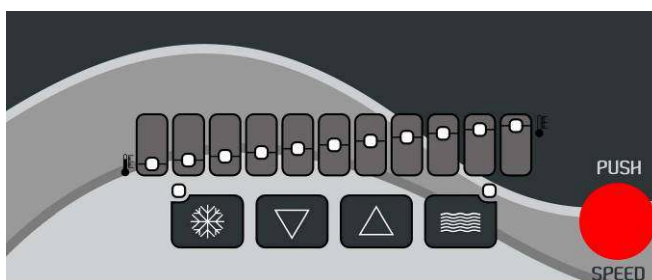

Fig. 27
- **CONGELACIÓN** - Una vez introducido el producto, active la tecla con el copo de nieve y ajuste la consistencia a través de las flechas ▼ y ▲ (fig.27).